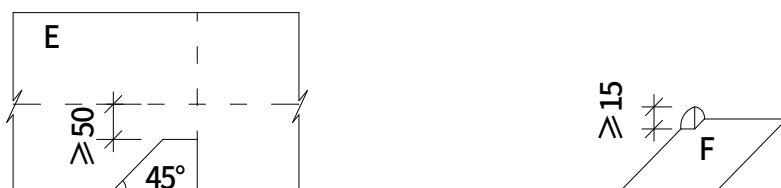

图 7 立面防水阴角处理图 8 竖向阳角+2 水平阴角补丁
(9) 立面卷材 E 在“竖向阴角+2 水平阴角”部位应采用规定的标准搭接法进行裁剪搭接。预留宽度应不小于 50mm，折角按 45° 裁剪，折角应焊接密实无孔洞（图 7）；